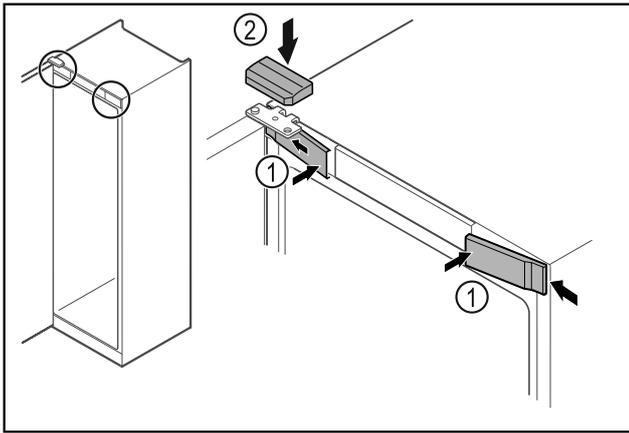

Fig. 62
- ▶ Vordere Abdeckungen Fig. 62 (1) seitlich einhaken und aufrasten.
- ▶ Obere Abdeckung Fig. 62 (2) von oben aufrasten.